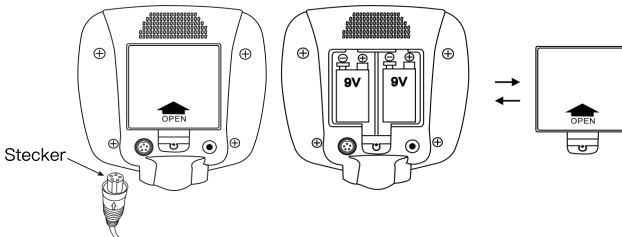

Abb.5
5. Wickeln Sie das Kabel der Suchspule mäßig elastisch um die Aluminiumstange und lassen Sie es nicht wackeln. Stecken Sie das Kabel unten rechts in den Schaltkasten, zielen Sie auf den Schlitz, stecken Sie das Ende ein und ziehen Sie die Schraube fest. (siehe Abb.5) Hinweis: Ziehen Sie nicht am Kabel, sondern am Stecker.
Öffnen Sie den Deckel des Batteriefachs und legen Sie die Batterie entsprechend dem Polaritätszeichen im Batteriefach ein. Wenn Sie den Detektor längere Zeit nicht benutzen, nehmen Sie die Batterie aus dem Batteriefach. (siehe Abb.5)